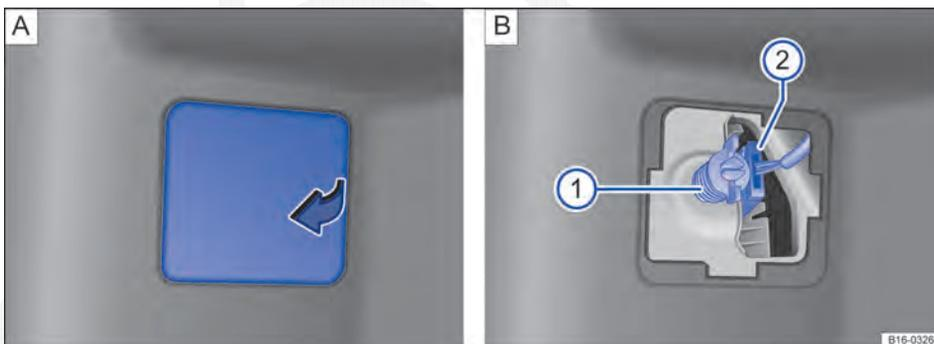

Fig. 256 Lateralmente no compartimento de bagagem: **A** abrir a cobertura do revestimento lateral traseiro, **B** remover a lanterna traseira. ▶
3.	Retirar a cobertura do revestimento lateral traseiro ⇒ Fig. 256 .
4.	Desaparafusar o parafuso de fixação da lanterna traseira ⇒ Fig. 256 ① e retirar a lanterna traseira cuidadosamente da carroceria. Retirar o conector ⇒ Fig. 256 ② do suporte da lâmpada.
9.	Segurar a lanterna traseira na posição de montagem com uma das mãos e rosquear o parafuso de fixação com a outra mão ⇒ Fig. 256 ①.